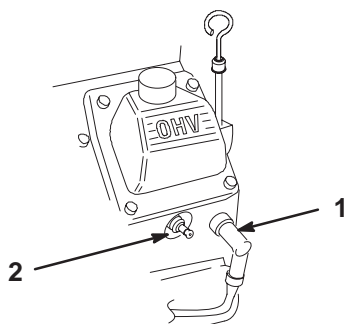

Bild 48
2. Ziehen Sie den (die) Kerzenstecker von der (den) Zündkerze(n) (Bild 48). Reinigen Sie jetzt den Bereich um die Zündkerze(n), um zu verhindern, dass Schmutz in den Motor fallen und Schäden verursachen kann.
3. Stecken Sie den (die) Kerzenstecker auf die Zündkerze(n) (Bild 48).